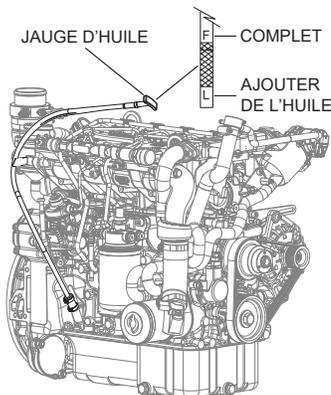

Figure 13. Vérification et remplissage d'huile moteur
2. Retirez la jauge d'huile moteur de son support (Figure 13).